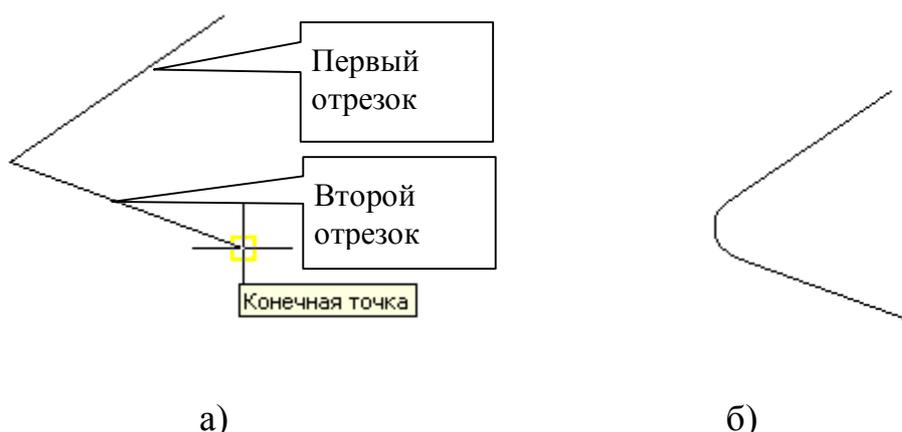

Рис. 3.2 Сопряжение двух пересекающихся прямых
3.1.2 Сопряжение двух пересекающихся прямых (Рис. 3.2 а).
Результат построения показан на Рис. 3.2.б.